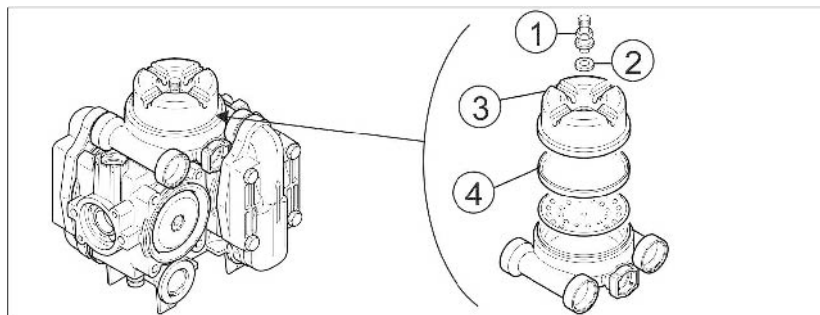

Рис. 199
2. При необходимости долейте масло при неработающем насосе (максимум до маркировки (Рис. 199/1).
5. Вращайте приводной вал попеременно влево и вправо и медленно заливайте новое масло. Достаточное количество масла залито, когда масло становится видно на маркировке (Рис. 199/1).